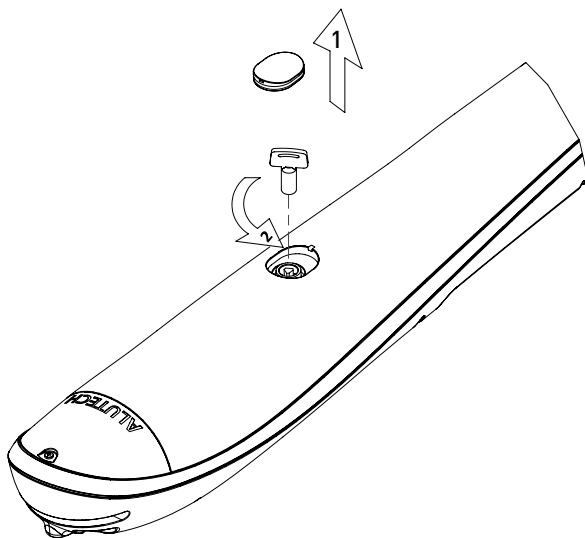

Рисунок 15. Ручная разблокировка
- Разблокируйте привод как показано на рис. 15.